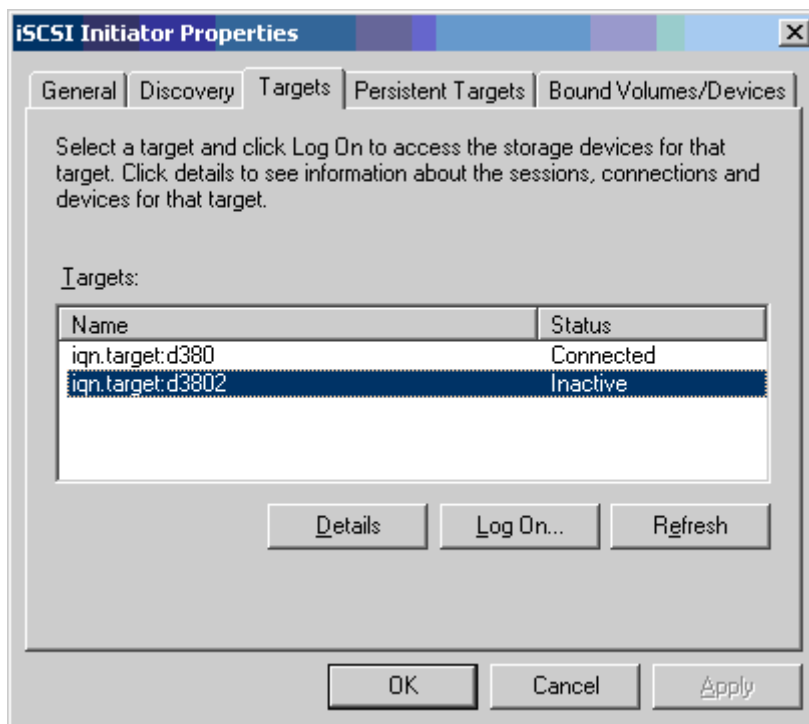

図 11-13. iSCSI Initiator Properties (iSCSI イニシエータプロパティ) : Targets (ターゲット) ページ
9. Targets (ターゲット) ページでターゲットを選択し、**Log On** (ログオン) をクリックして、Marvell iSCSI アダプターを使用している iSCSI ターゲットにログオンします。図 11-13 はその一例です。